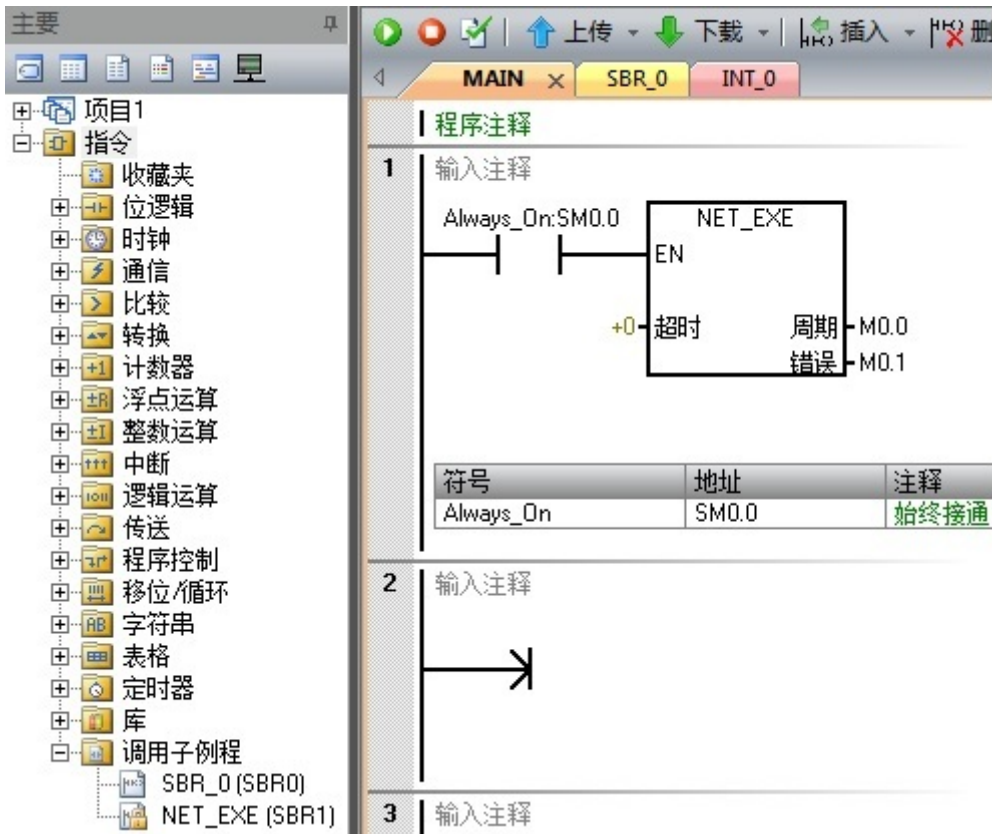

图 6 主程序中调用向导生成的网络读写指令
5. 在 图 5 中点击“生成”按钮将自动生成网络读写指令以及符号表。只需用在主程序中调用向导所生成的网络读写指令即可 ( 见图 6 ) 。